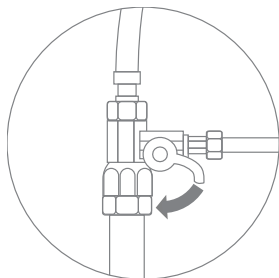
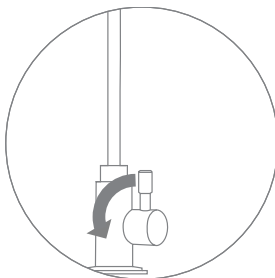

Рис. 13
Рис. 14
1. Перекройте воду на входе, закрыв кран адаптера (рис. 13). Откройте кран чистой воды для сброса давления в системе (рис. 14).
Перекройте воду на входе (рис. 13). Откройте кран чистой воды для сброса давления в системе (рис. 14).